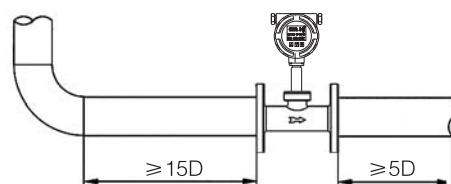

图6
c). 弯管的安装：若流量计安装点的前直管段有90°弯头或T形接头，流量计前直管段应 $\geq 15D$ 的等径直管段，后直管段应 $\geq 5D$ 的等径直管段如图6